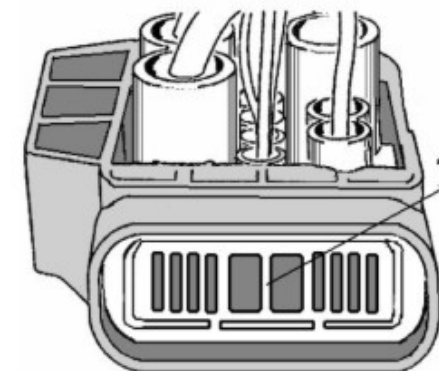

Fig. 3.
14. Débloquer et débrancher la broche de câblage X26 (Fig.3).
- ▶ Enlever le blocage (1)